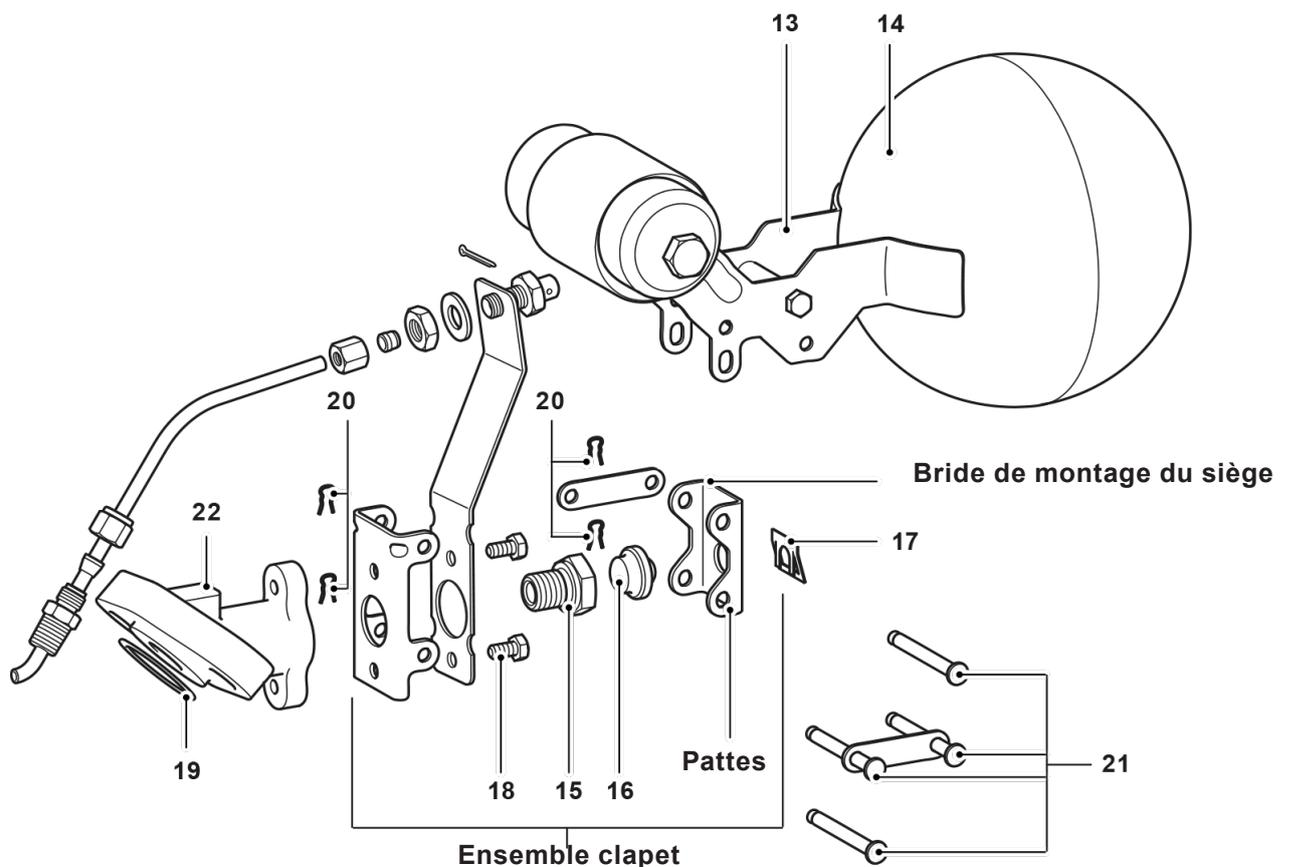

Fig. 9 - Remplacement du siège et du clapet
6.5 Révision du mécanisme {siège (15) et clapet (16)}
- Une fois retiré, l'ensemble mécanisme (13) est facilement démontable en enlevant chaque clip (20) situé sur chaque goupille de pivot (21). Ces goupilles peuvent être maintenant déposées.
- Le siège (15) et le clapet (16) peuvent être remplacés si nécessaire.
- Pour remplacer le siège, dévisser l'ancien du support de montage (22). Serrer le nouveau siège (15) suivant le couple de serrage recommandé (voir Tableau 1, page 18). Il n'est pas nécessaire de retirer la patte de fixation en acier.
- Pour remplacer le clapet (16), retirer la patte de maintien (17). L'ancien clapet (16) doit être retiré de son support. Monter le nouveau clapet sur son support et remonter la patte de maintien. S'assurer que le clapet (16) et les pattes du support sont du même côté. La patte de maintien (17) doit être sur le côté opposé des pattes sur le support du pivot (comme montré sur la Fig. 9).
- Réassembler l'ensemble mécanisme (13) en utilisant les goupilles de pivot (21) et les clips (20). Remonter l'ensemble comme décrit dans le paragraphe 6.4.